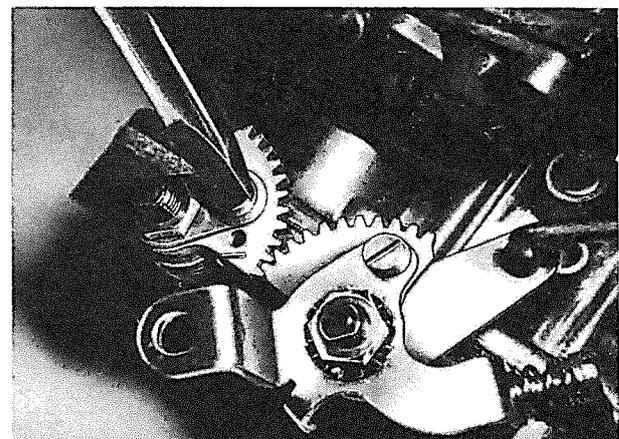

Bild 29
**Achtung: Klemmschraube hat Linksgewinde. Bild 29**